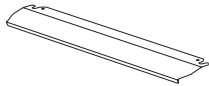

Figura 9
1. Un panou de siguranță este proiectat pentru a proteja panoul de control și butoanele atunci când cuptorul este în modul grătar. (Figura 9)